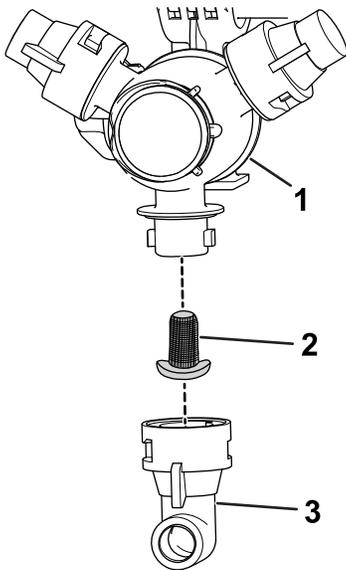

图31
2. 从喷嘴转动架卸下喷嘴 图31。
3. 拆下喷嘴过滤器 图31。
5. 安装喷嘴过滤器 图31。
6. 将喷嘴安装到喷嘴转动架上 图31。